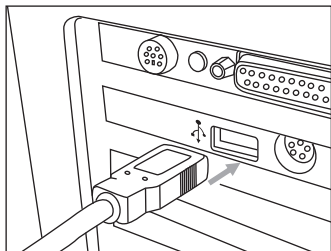

图8
- 5). 将USB传输线的另一端插入电脑主机背后之空闲连接口，如图8：